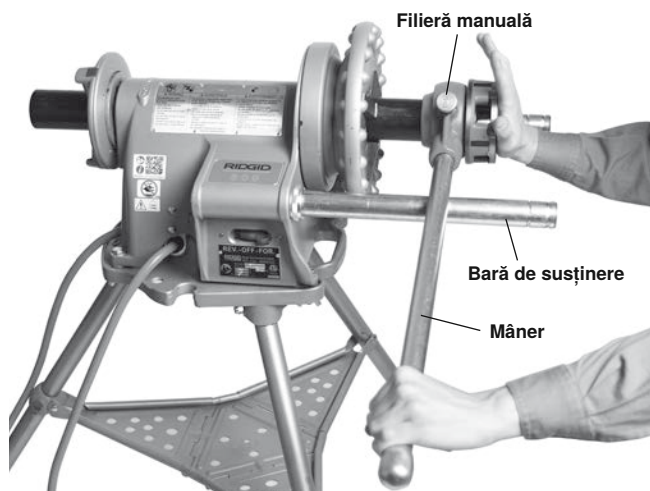

Figura 17 - Împingerea filierei manuale pe țeavă pentru angajarea cuțitului-filieră
Așezați capul-filieră peste capătul țevii, așa cum se arată în *Figura 17*. Sprijiniți mânerul filierei pe bara de susținere pe partea comutatorului. Țineți capătul filierei cu mâna stângă. Pentru a evita rănilor prin ciupire, nu plasați mâna sau degetele între mânerul filierei și bara de susținere. Mențineți mânerul în contact cu bara de susținere. Aplicați ulei pe capătul țevii și cuțitele-filieră.
2. Cu palma mâinii drepte, împingeți placa de acoperire pe capul-filieră, ținând capul-filieră lipit de capătul țevii (*figura 17*). Apăsăți întrerupătorul-pedală. Nu purtați mănuși, bijuterii sau utilizați o lavetă în timp ce împingeți pe placa de acoperire – aceasta crește riscul de prindere și vătămare. Țineți mâna departe de țeava în rotație. Odată ce cuțitele-filieră se angajează, filetele sunt tăiate pe măsură ce cuțitele-filieră se trag spre capătul țevii.